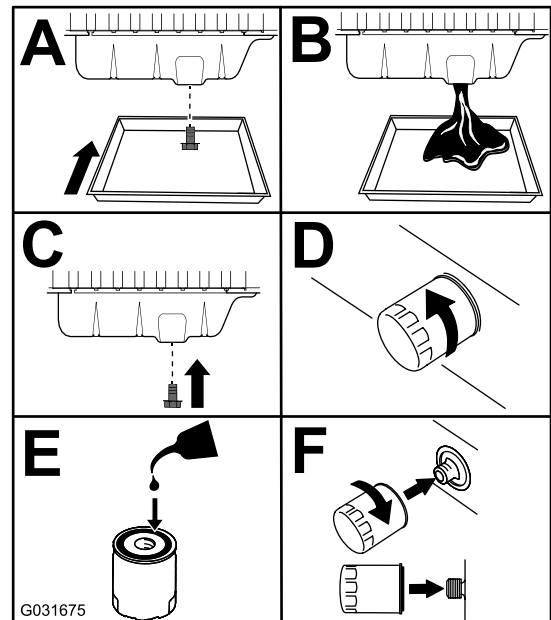

Bild 57
3. Tauschen Sie das Motoröl und den Motorölfilter aus (Bild 57).